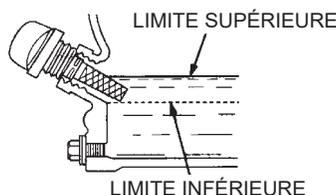

Figure 4. Jauge de l'huile à moteur (niveau d'huile)
4. Si le niveau de l'huile est bas (Figure 4), remplir jusqu'au bord de l'ouverture utilisant l'huile recommandée (Table 5). La capacité maximale du carter à huile est de 0,63 pinte (0,60 litre).